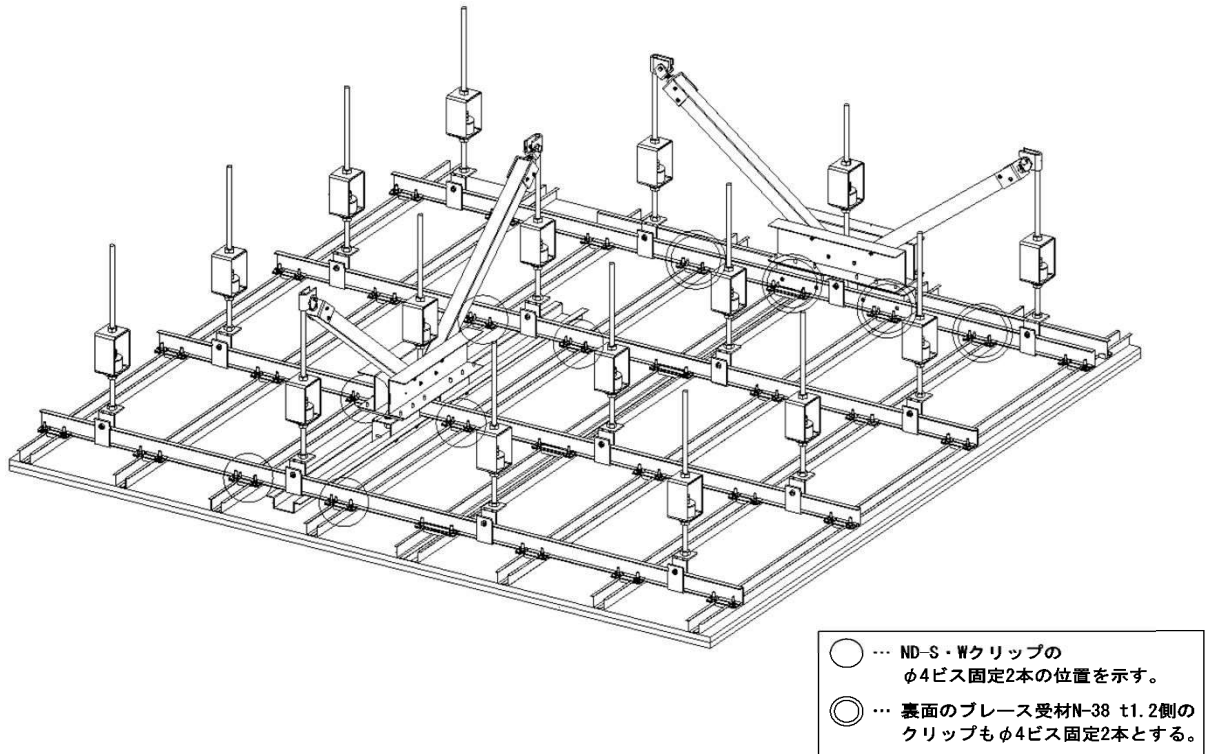

図 2-12 天井下地姿図
(図2-12 ○印部分)
- ・ 野縁受け方向は、ブレース下部に補助野縁受けを配置してφ4ビス(2本)で計8ヶ所止め付ける。(図2-12 ◎印部分)